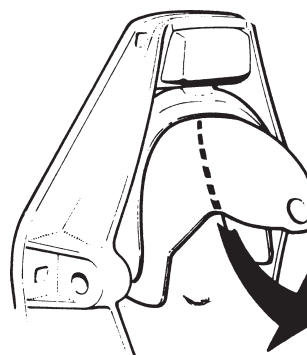

Fig. 24. Demontering av styrgaffel
2. Demontera styrkåpanns centrumskruv och knutbälgens aktere klamma. Styr-gaffeln (tillsammans med styrkåpan) kan nu tagas bort. För styrgaffeln försiktigt nedåt förbi centrumskruvens fäste. Se fig. 24.